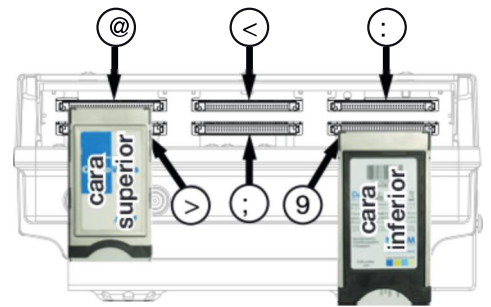

Fig. 5: Insertar los módulos CA en las ranuras de CI
- ! Peligro de daño de las ranuras de CI. Inserte los módulos CA (CAM) en las ranuras ②/④/⑥ con la **cara superior** hacia arriba, en las ranuras ①/③/⑤ con la **cara inferior** hacia arriba (Fig. 5). Tenga en cuenta igualmente las informaciones adjuntas al CAM.
2. Inserte los módulos CA según el ejemplo en Fig. 5.